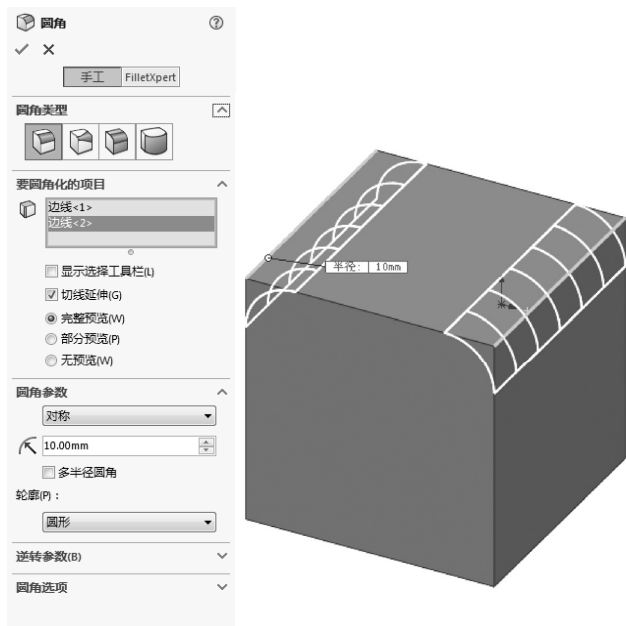

图 6-3 “圆角”属性管理器
- 3) 在弹出的“圆角”属性管理器的“圆角类型”选项组中，单击选择“恒定大小”单选按钮，如图 6-3 所示。